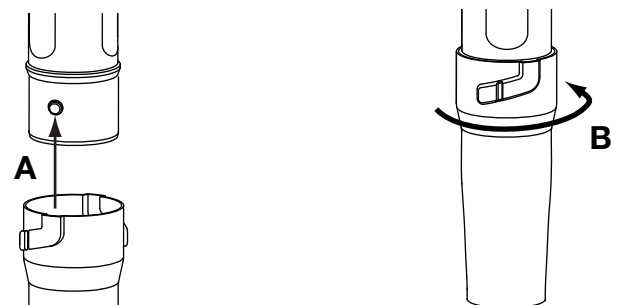

Fig. 5
7. Alinee la ranura de tope del extremo superior de la boquilla con el tope del extremo inferior del segundo tubo inferior de la sopladora (Fig. 5, A).
8. Inserte el tope del segundo tubo inferior de la sopladora en la ranura de tope de la boquilla (Fig. 5, A).
9. Haga girar la boquilla en el sentido de las agujas del reloj alrededor del segundo tubo inferior de la sopladora hasta que el tope de la boquilla del concentrador caiga en su lugar (Fig. 5, B).